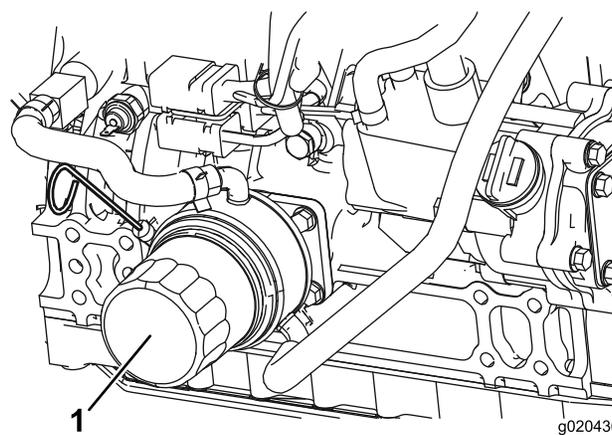

Рисунок 52
2. Извлеките масляный фильтр (Рисунок 52). Перед установкой нового фильтра нанесите на его уплотнение тонкий слой чистого масла. **Не перетягивайте фильтр.**